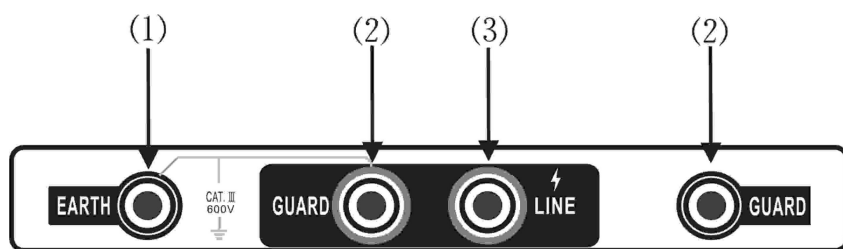

图 3：测试端接线图
3、将带高压测试线红色插头端插入(3) LINE端，绿色插头端插入(2) GUARD端，另一端探针或夹子接于被试设备的高压导体上。将测试线副线(绿色)插入(2) GUARD端(右手边)，另一端接于被试设备的高压护环上，以消除表面泄漏电流的影响(详见“屏蔽端的使用方法”相关内容)。将另外一根黑色副线测试线插入地端(EARTH)(1)端，另一头接于被试设备的外壳或地上，如图3所示。